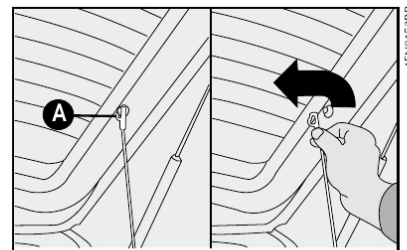

fig. 93
1) Soltar as extremidades superiores **A-fig. 93** dos dois tirantes, desprendendo as argolas dos pinos.